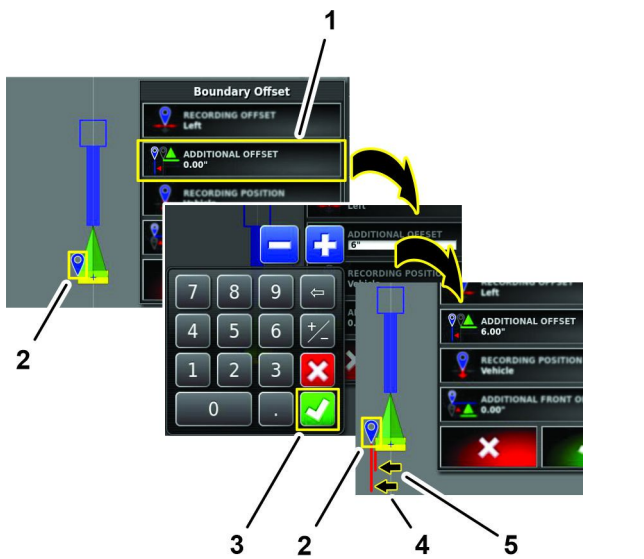

图 199
1. 按额外偏移量图标图 199。
2. 用显示屏键盘输入侧偏移量距离然后按“确认”图标图 199。